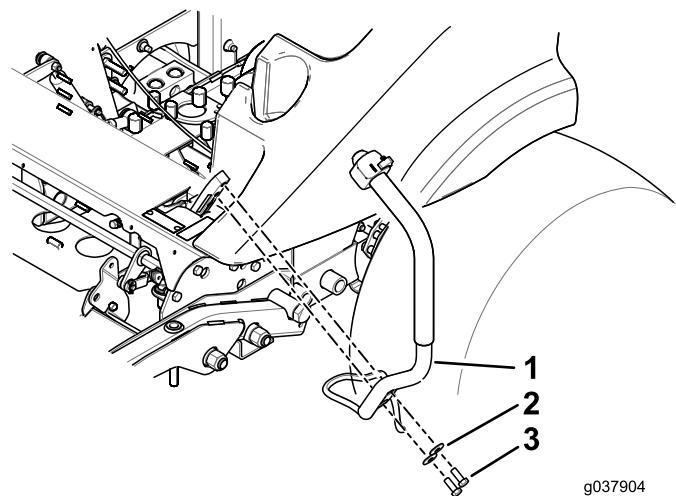

Figura 13
2. Instale la palanca nueva con las arandelas y los pernos existentes (Figura 13).